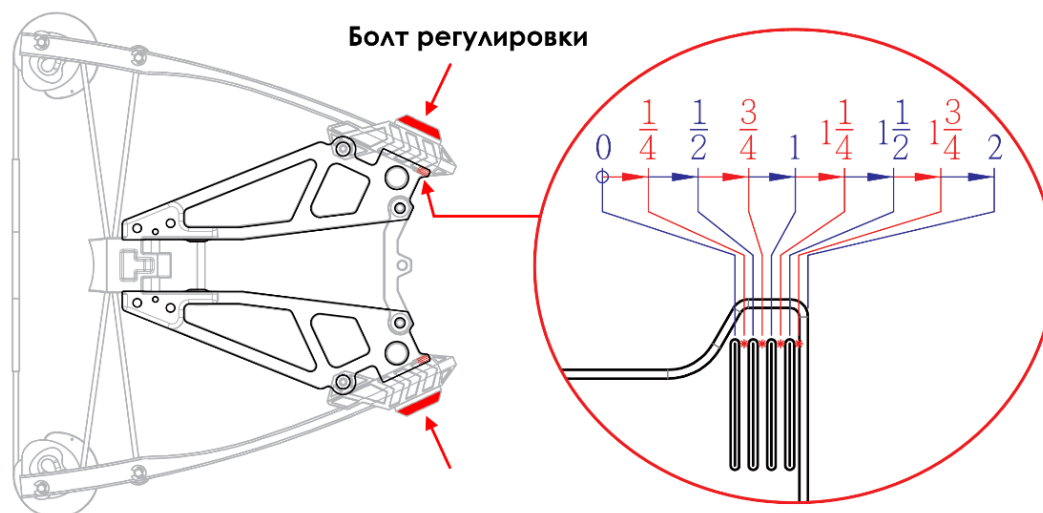

Рис.21
Регулировка усилия натяжения осуществляется с помощью раскручивания болтов, которые крепят плечи к колодке (Рис.21). Используйте шестигранник из комплекта. Соблюдайте следующие правила для корректной регулировки:
5. На колодке плеч есть специальные риски, отмечающие количество сделанных оборотов (Рис.21).